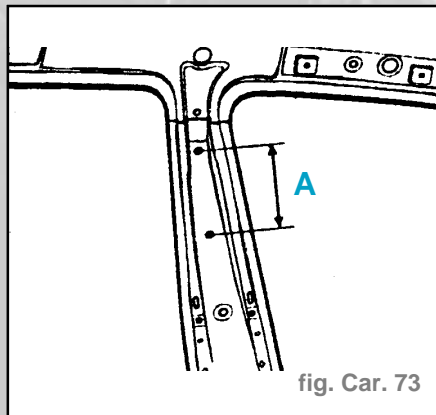

fig. Car. 73
- Contrôler la distance A entre les points d'ancrage du mécanisme de réglage en hauteur de la ceinture (fig. Car. 73)
- Côte (A) = 170 mm
hauteur de la ceinture et corriger si nécessaire la position de la pièce neuve (fig. Car. 73)